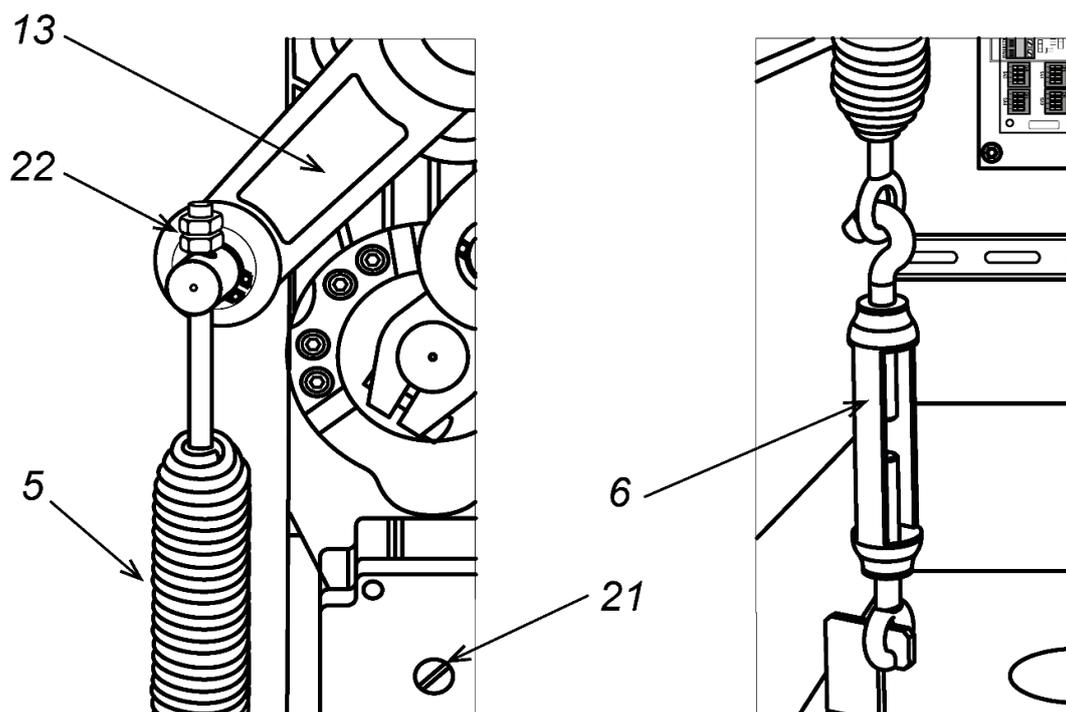

Рисунок 13. Установка балансировочной пружины
Снятие или установку стрелы производите при снятой балансирующей пружине (см. разд. 8.6.4). Переведите кронштейн крепления стрелы в горизонтальное положение, для чего вращайте винт (ручку) разблокировки привода (21) по часовой стрелке до упора (см. рис. 13).
1. Снимите дверцу (2), открыв замок ключом.
2. На приводе стрелы переведите рычаг (13) в нижнее положение (см. рис. 13).
5. Также регулировать натяжение пружины можно при помощи гаек (22) на верхней шпильке пружины (см. рис. 13), при этом над гайками должно быть не менее 3-5 витков резьбы.